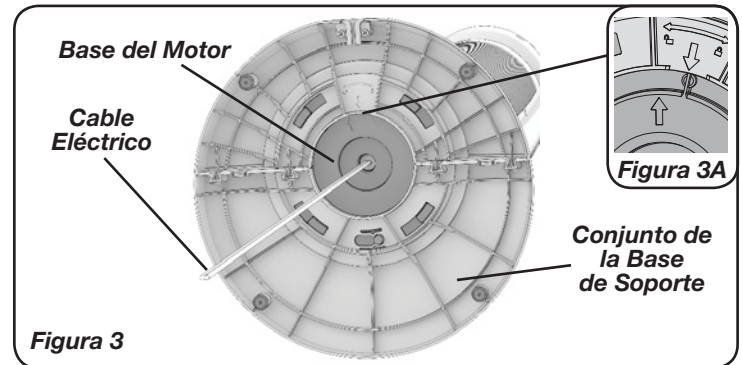

Figura 3
4. Para fijar la **Montura de la Base** de apoyo a la **Base del Motor**, sostenga la base del motor en su lugar mientras gira la **Montura de la Base** de apoyo en el sentido de las agujas del reloj (hacia el símbolo de bloqueado) hasta que deje de girar y encaje en su lugar. (Figura 3 y Figura 3A).